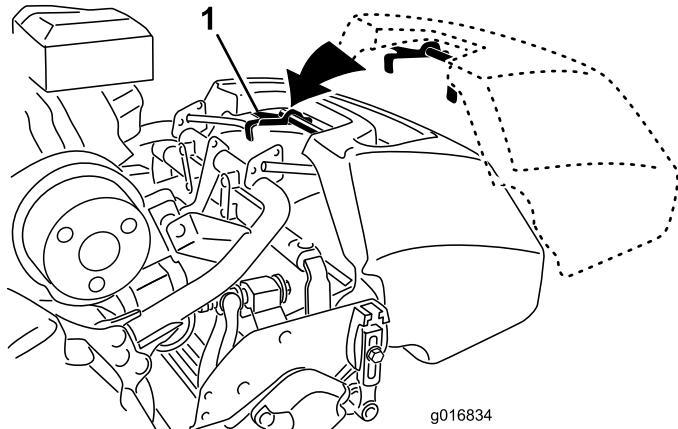

图9
1. 抓住集草斗的手柄 (图9)。
2. 将集草斗凸缘放入滚刀组侧板之间, 前滚筒之上 (图9)。
3. 将集草斗钩安装到环形机架上 (图9)。